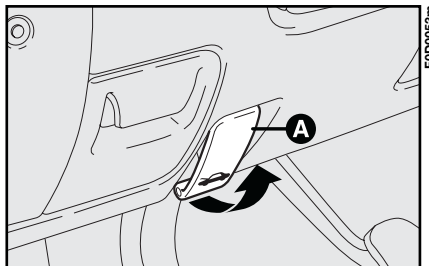

fig. 133
- Tirare nel senso della freccia la leva **A**-fig. 133, posta a sinistra del pannello di guida.